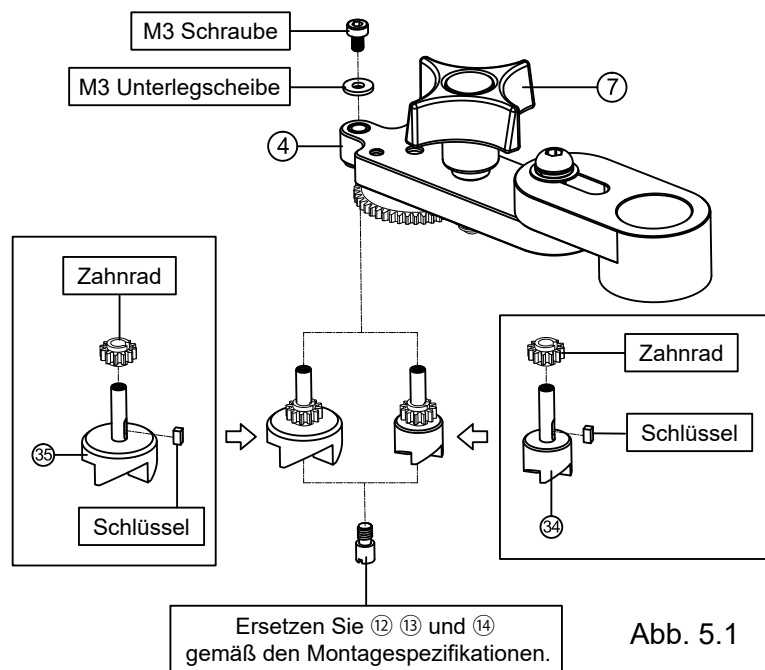
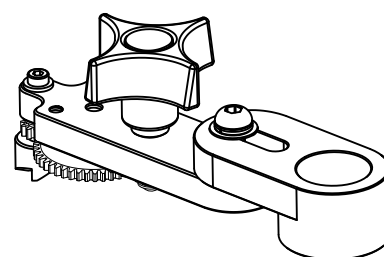

Abb. 5.1
Abb. 5.2
1. Lösen Sie die M3-Schraube mit einem 2.5mm Hex Schlüssel ③① und zerlegen Sie die restlichen Teile wie in Abbildung 5.1 gezeigt.
2. Zerlegen Sie Zahnrad und rechteckigen Schlüssel nacheinander und montieren Sie sie dann in derselben Reihenfolge wieder am erforderlichen Planfräser. (③④ oder ③⑤)
3. Montieren Sie die zugehörigen Teile wie in Abbildung 5.1 gezeigt nacheinander, um die in Abbildung 5.2 gezeigte Baugruppe zu bilden. Drehen Sie den Hauptkörperknopf ⑦ um sicherzustellen, dass der gesamte Mechanismus reibungslos funktioniert.